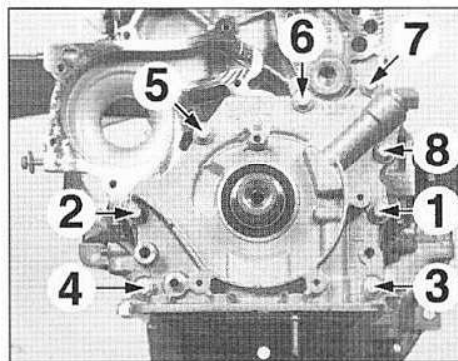

FIG.17
- Serrer les vis (12) enduites de frein filet dans l'ordre préconisé (Fig.17).
3. Vis de pompe à huile sur bloc-cylindres (\*\*) (Fig.17) :